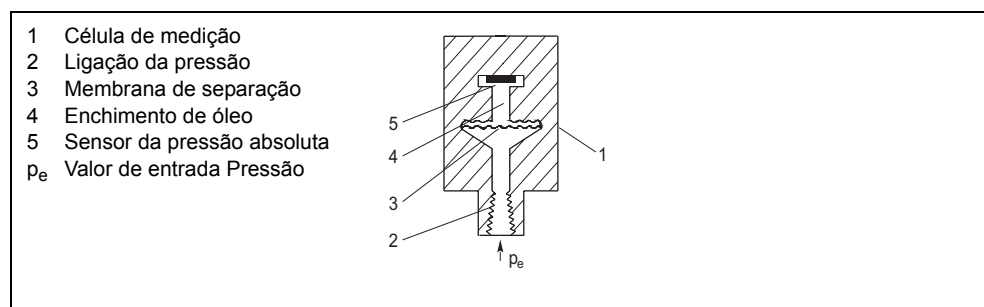

Figura 10 Célula de medição para a pressão absoluta da linha Pressão, plano de funcionamento
A pressão é transmitida ao sensor da pressão absoluta (5) através da membrana de separação (3, Figura 10, pág. 20) e do líquido de enchimento (4) e activa a membrana de medição do sensor. Consequentemente, quatro resistências piezo com ligação em ponte, colocadas na membrana de medição, alteram os seus valores de resistência. A alteração da resistência causa uma tensão de saída na ponte que é proporcional à pressão de entrada.